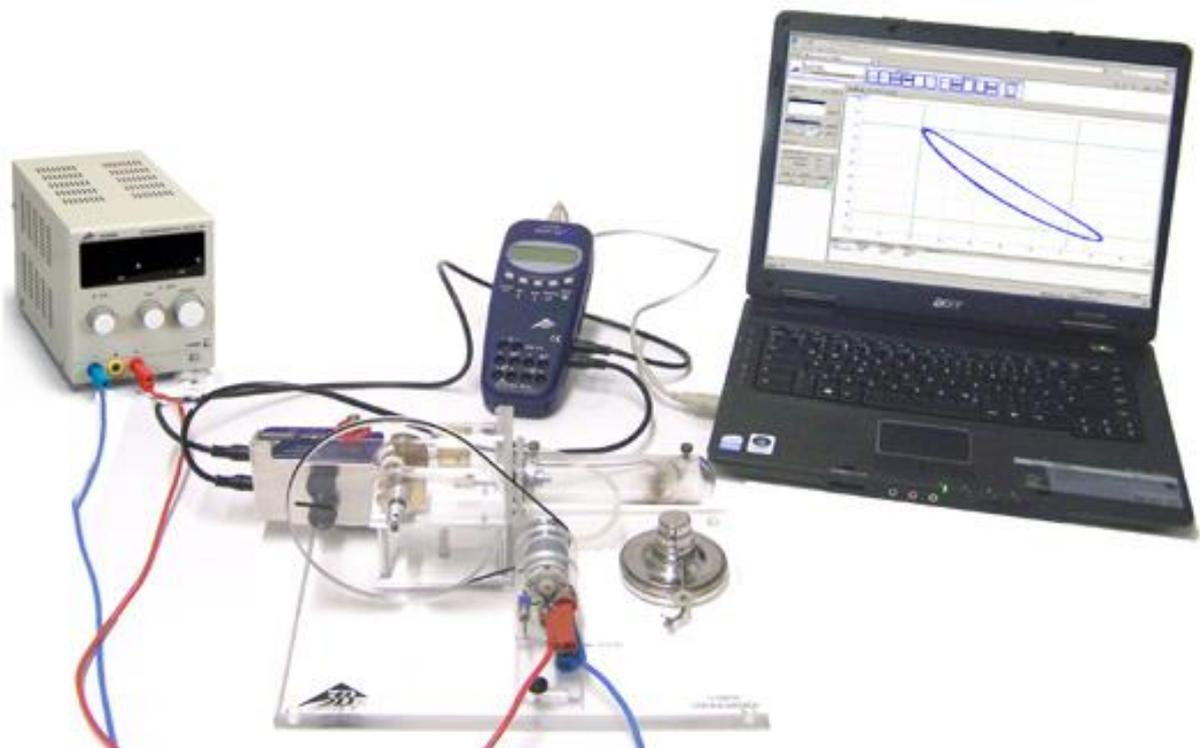

Fig. 4 Registro del diagrama Presión – Volumen
- El punto de conexión de la manguera “+” del sensor de presión relativa y el punto de conexión de la manguera en el émbolo de trabajo del motor de Stirling se conectan entre sí por medio de la manguera contenida en el volumen de suministro del soporte de sensores (1008500) (ver Fig. 4).